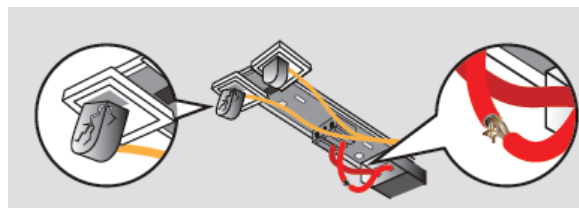

図 1
・改造前の蛍光灯器具の銘板情報が無効であることの表示(×マークなど)(図 1)
(図1)
a) 蛍光灯器具内の電気部品(ソケット、端子台、配線など)は、仕様、劣化状態を確認の上、必要に応じて交換する。変色や亀裂などの明らかな劣化が認められる場合は、交換しなければならない。(図 1 参照)